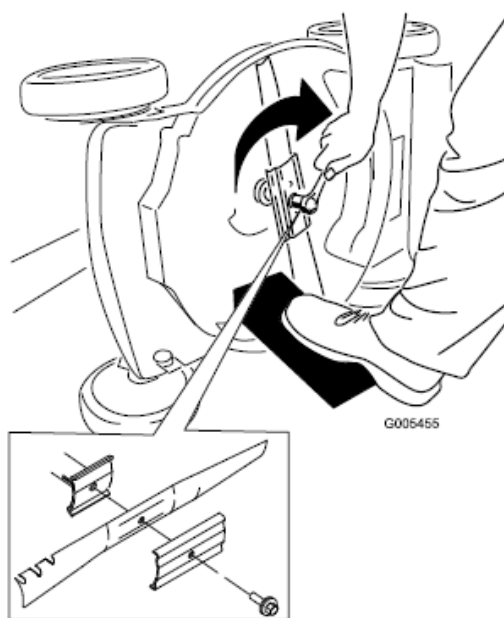

Figure 27
5. Zainstalować nowy nóż oraz wszystkie elementy Mocujące (Fig.27).